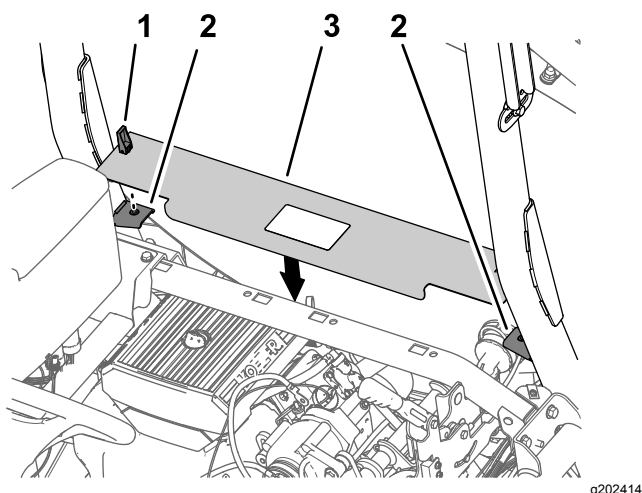

Figura 221
1. Alinhe os trincos do painel de acesso ao motor com os casquilhos nos suportes do painel na barra de segurança (Figura 221).
2. Monte o painel nos suportes (Figura 221).
3. Rode os trincos dos manípulos para baixo para prender o painel aos suportes (Figura 221).